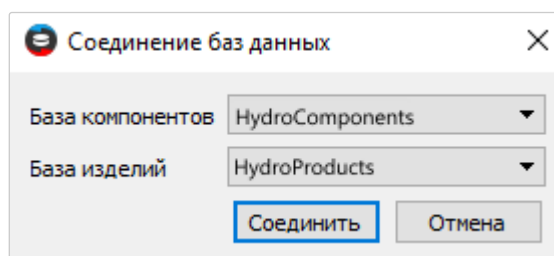

Рисунок 19. Выбор баз данных для соединения
- б) убедиться, что базы выбраны правильно. Нажать на кнопку «Соединить» (см. рисунок 19).